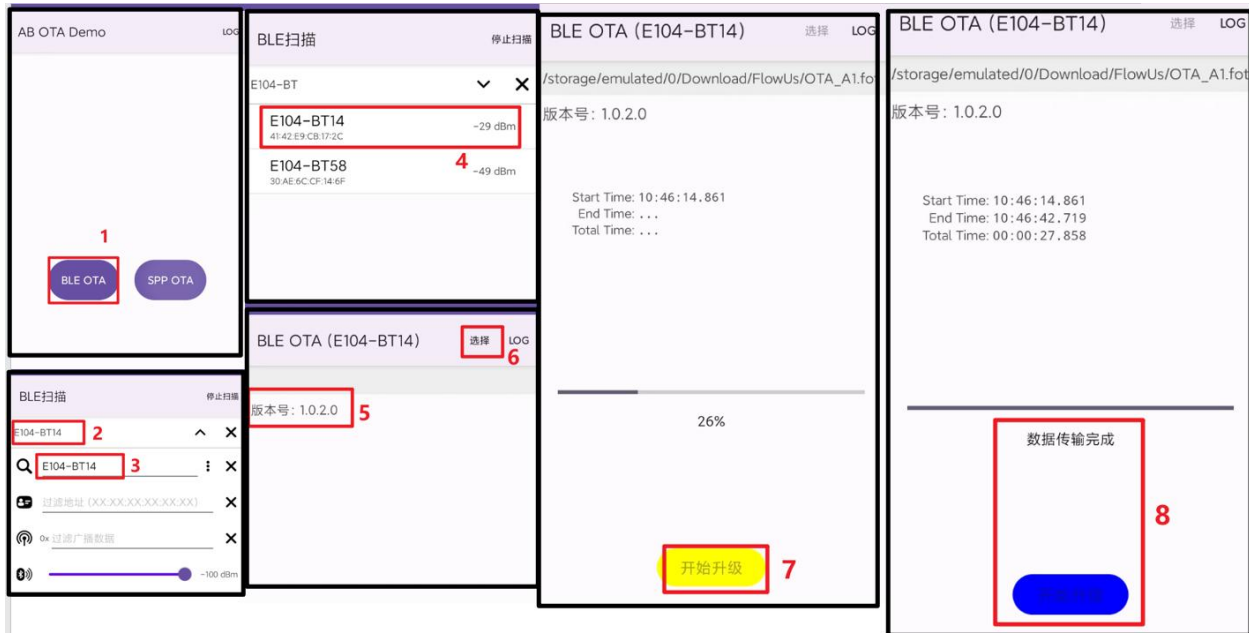

图 5.1
4、手机下载安装好软件之后，打开“AB OTA Demo.APP”，并给模块上电，如图 5.1 所示，先点“序号 1”，然后点击“序号 2”，在“序号 3”的输入框输入模块名称进行筛选，然后选择要进行 OTA 升级的蓝牙模块，选择好了之后需要等待几十秒，当“序号 5”的版本号出现，说明 OTA 升级服务可以正常使用，此时点击“序号 6”，加载需要进行升级的固件（.fot 固件可在我司模块官网进行下载）。最后点击“序号 7”开始升级，等待升级完成，最终升级完成见“序号 8”所示。